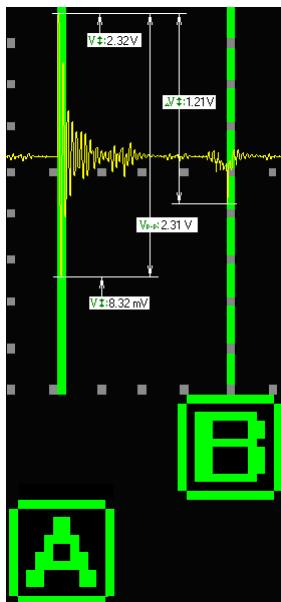

Рис. 10.
- 7 – максимальное значение напряжения в точке осциллографа, на которую указывает маркер "A", для канала, по которому выводится дополнительная информация (см. рис. 10);
- 8 – максимальная разность напряжений в точках осциллографа, обозначенных маркерами "A" и "B", для канала, по которому выводится дополнительная информация (см. рис. 10);
- 9 – минимальное значение напряжения в точке осциллографа, на которую указывает маркер "A", для канала, по которому выводится дополнительная информация (см. рис. 10);
- 10 – пиковая разность напряжений в точке осциллографа, на которую указывает маркер "A", для канала, по которому выводится дополнительная информация (см. рис. 10).
По рис. 10 видно, какие значения сигнала отображают данные элементы (для наглядности толщина маркерной линии условно увеличена).